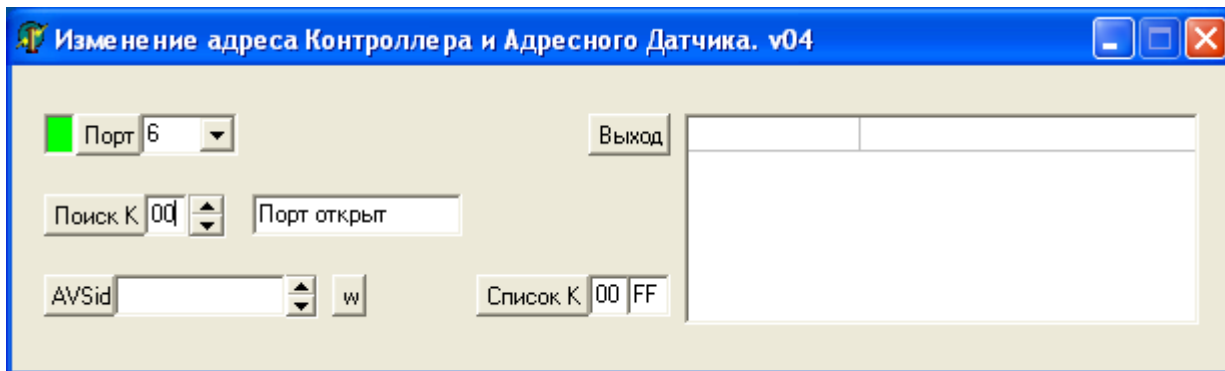

Рис. 5. Рабочее окно утилиты с при успешном подключении к порту
- Если адрес порта указан правильно и контроллер был предварительно отключён в **ПО Legos**, то цвет окошка слева от кнопки изменится с красного на зелёный и в поле справа от кнопки **Поиск К** появится надпись **Порт открыт** (рис.5). При неудачной попытке там же появится надпись **Порт занят**.
Для поиска контроллера в поле поиска **Поиск К** следует установить текущий (старый) адрес) контроллера или любой другой меньший (например 00, как показано нарис.5) и нажать кнопку **Поиск К**.